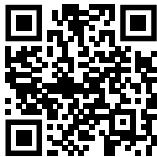

Fig. 116
- 请打开 Liebherr SmartMonitoring Dashboard。 (参见 Fig. 116)